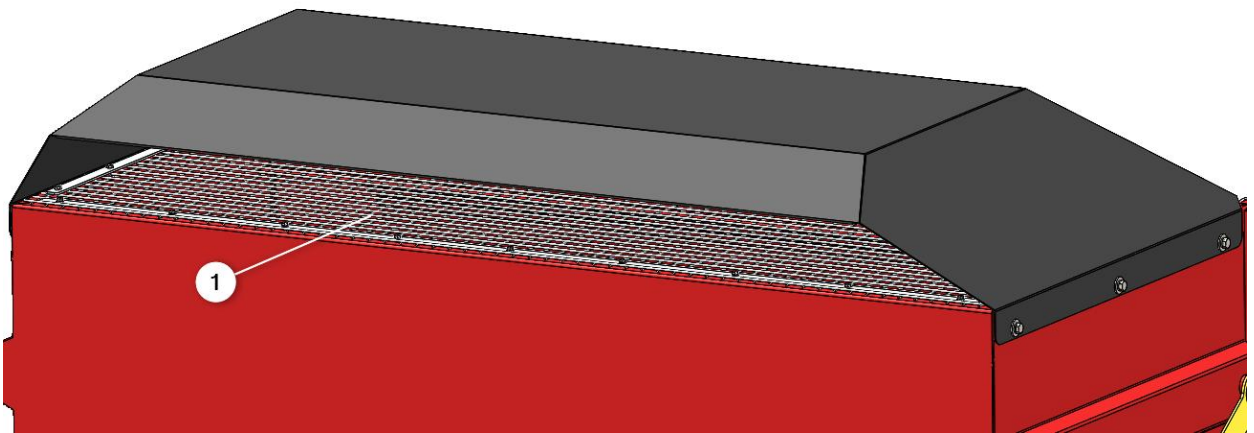

Fig. 16
Veillez tout particulièrement à ce que l'ouverture d'évacuation d'air de la trémie (1) reste propre, car cela est très important pour le bon fonctionnement de la machine (Fig. 16).